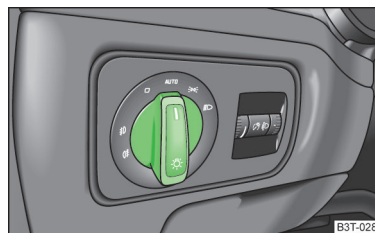

Fig. 51
Si le commutateur des feux se trouve dans la position **AUTO** » fig. 51, les feux de position et de croisement ainsi que l'éclairage de la plaque d'immatriculation s'allument / s'éteignent automatiquement.
- ✓ Le commutateur des feux se trouve en position **AUTO** » fig. 51.
- ✓ Le commutateur des feux se trouve en position **AUTO** » fig. 51 à la page 73.